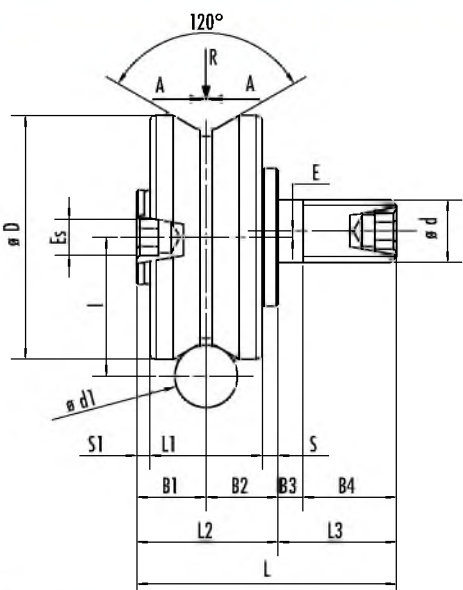

РИС. 1
**РОЛИКИ С V-ОБРАЗНЫМ ЖЕЛОБОМ РИС. 1**